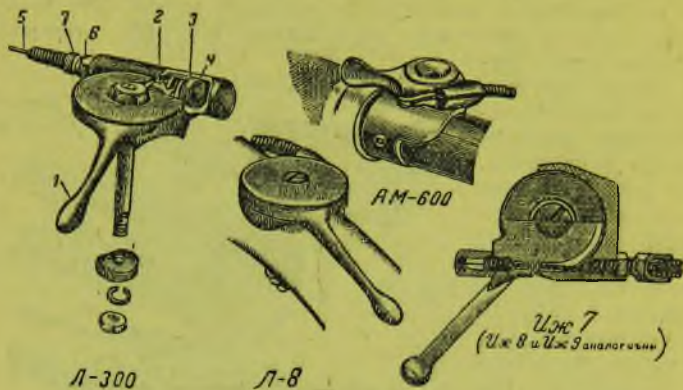

Рис. 201. Манетки управления качеством смеси •
Манетка мотоцикла Л-300 (рис. 201) имеет на утолщенной части рычажка (1) зубцы (2), которые, входя в зацепление с зубьями (3) цилиндрика (4), перемещают его, передвигая при этом трос (5), который закреплен в цилиндрике. Оплетка троса входит в заточку регулировочного болтика (6), закрепляющегося контргайкой (7).